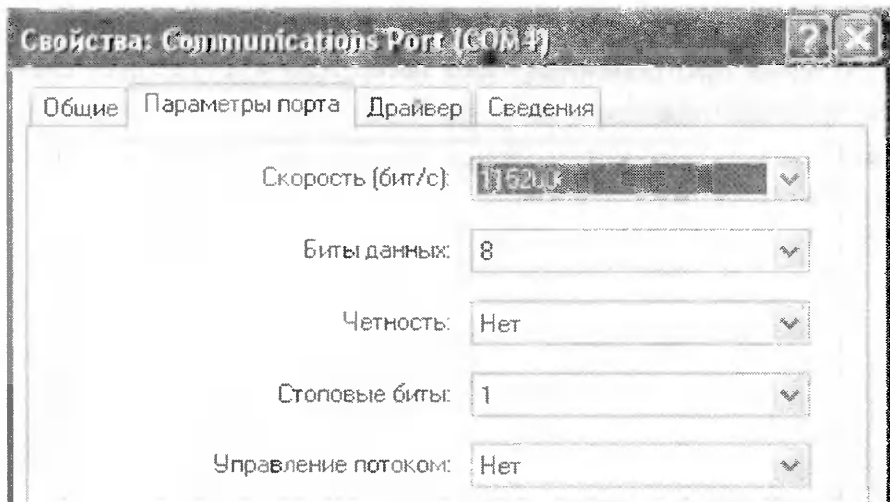

рис. 5
4. Настроить скорость порта, для чего дважды кликнуть левой кнопкой мыши по строке COM4, выбрать закладку “Параметры порта” и заполнить графы согласно рис.5. Программатор готов к работе.